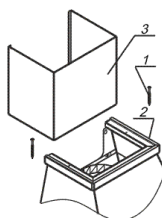

рис. 4
6.2 Для вытяжек «Ампир 60», «Грильях 60», «Капелла 60», «Пирамида 90». Прежде чем повесить вытяжку, установите фальштрубу (рис. 4).